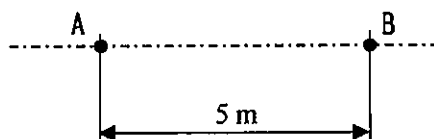

図 1
1) 図1に示すように、真空中の点 A、B に、各々 $+6 \times 10^{-7}$ C の点電荷が静止状態で置かれている。点 A、B 間の距離は 5 m とする。
i) 図1の点 A、B の点電荷には互いに する力が働く。このような点電荷の間に作用する力のことを という。